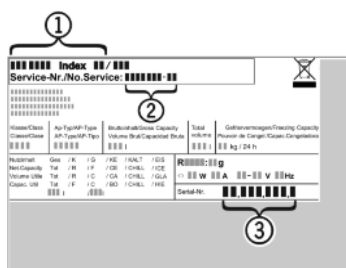

Fig. 20
- ▶ Apparaataanduiding *Fig. 20 (1)*, servicenr. *Fig. 20 (2)* en serienr. *Fig. 20 (3)* van het typeplaatje aflezen. Het typeplaatje bevindt zich aan de linkerkant binnen in het apparaat.
- ▶ Contact opnemen met de Technische Dienst en het probleem, apparaataanduiding *Fig. 20 (1)*, servicenr. *Fig. 20 (2)* en serienr. *Fig. 20 (3)* mededelen.